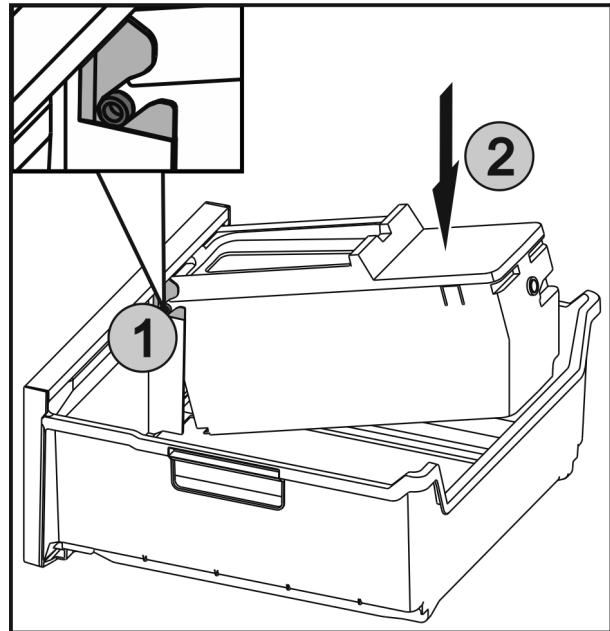

Fig. 41
- ▶ De assen Fig. 41 (1) van EasyTwist-Ice in de geleidingen schuiven en de achterste zijde Fig. 41 (2) erin drukken tot de lip vergrendelt.